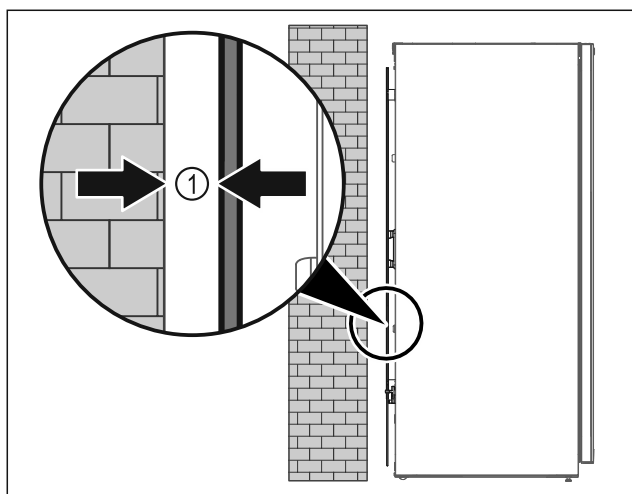

Fig. 8
- ▶ Apparaat ofwel vrij in de ruimte of direct tegen een wand met een minimumafstand van 5 mm Fig. 8 (1) opstellen.